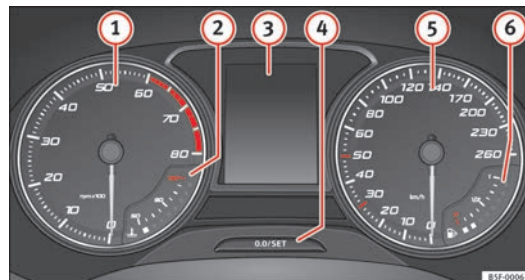

Fig. 36 Cuadro de instrumentos, en el tablero de instrumentos.
Explicaciones sobre los instrumentos ⇒ fig. 36:
En la pantalla del cuadro de instrumentos ⇒ fig. 36 3 puede visualizarse información diversa, en función del equipamiento del vehículo:
- Pulse brevemente el botón  ⇒ fig. 36  para restablecer el cuentakilómetros parcial a 0.
La indicación de la inspección aparece en la pantalla del cuadro de instrumentos → fig. 36 .